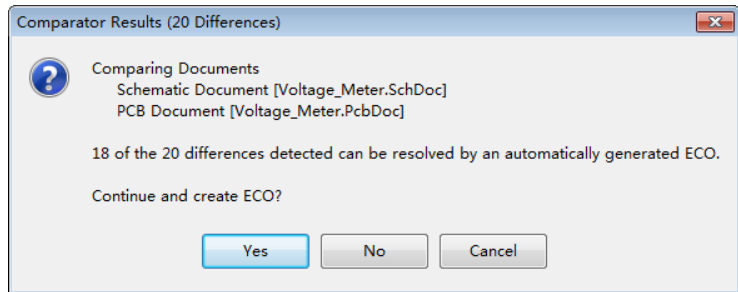
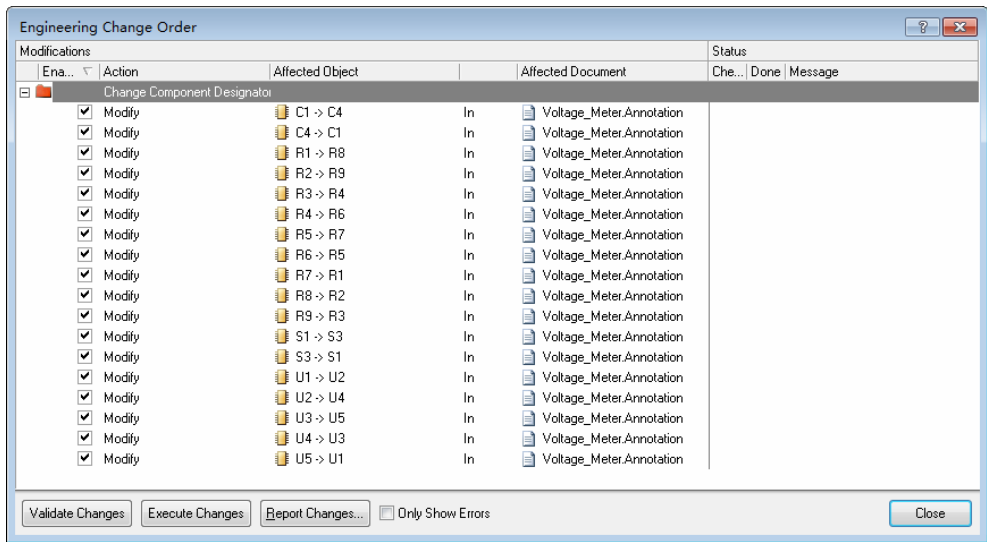

图 15-3 差异比较结果
图 15-4 工程编号更改变更单
(3) 选择好编号顺序以后, 单击 OK 按钮, 系统执行重新编号。编号完成以后, 原理图中的元件编号和 PCB 中对应封装的编号就不一致了, 这就需要将 PCB 中编号的修改同步到原理图中。
(4) 更新原理图中元件的编号。执行菜单命令 Design » Update Schematics in Voltage_Meter.PrjPCB, 系统会对工程中的 PCB 文件与原理图文件进行比较, 并弹出差异对话框, 如图 15-3 所示, 提示信息表明检测到了两个文件的多处差异。单击 Yes 按钮, 接着打开 Engineering Change Order 对话框, 如图 15-4 所示, 其中列出了需要对原理图文档所做的更新操作。不难看出, 这些更新操作都是对原理图中的元件编号进行更改 (Modify), 以保持与 PCB 的一致。